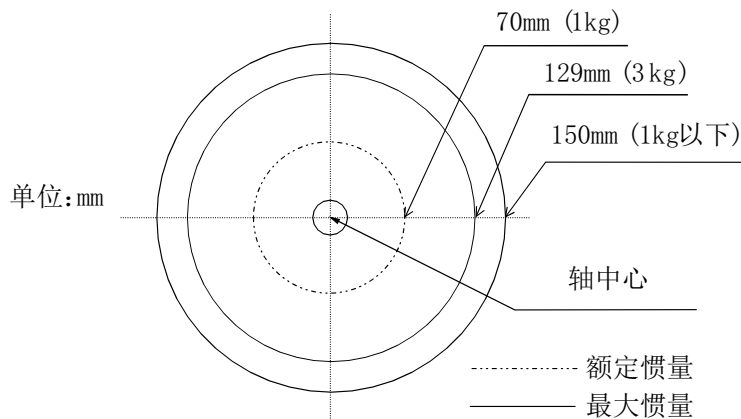
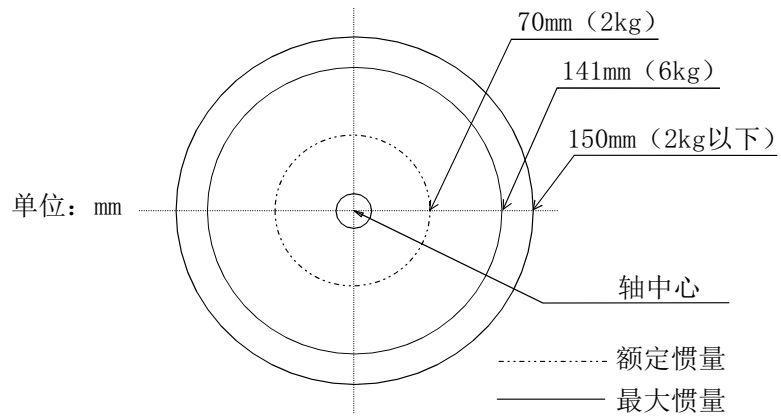

图 2-1: RH-3CRH 的负载重心位置（负载体积较小的情况下）
图 2-2: RH-6CRH 的负载重心位置 (负载体积较小的情况下)
- (1) 关于工艺装备，应满足第 8 页的“2.1.1 基本规格”中记载的允许惯量以下的条件。
- (2) 负载的体积比较小情况下的重心位置分布尺寸如图 2-1、图 2-2 中所示。应参考这些图进行工艺装备的设计。
在图 2-1、图 2-2 中记载的最大惯量时的圆内侧使用。